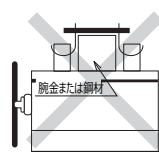

図 5
- ロ. 開閉器のケース上板に腕金または鋼材を直接当てた取付方。（図5）
- ③開閉器取付部の損傷やゆりみは、開閉器の落下や開閉器の操作ミスになる恐れがありますので、堅固に取り付けてください。